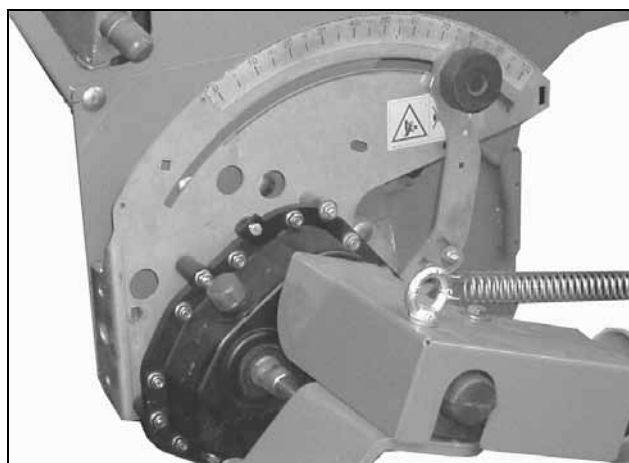

Fig. 26
- la leva di posizionamento del riduttore (Fig. 26/2) viene regolata manualmente. Maggiore è il valore in scala, più grande sarà la quantità di semente.
- il servomotore (Fig. 26/1) regola la leva di posizionamento del riduttore (Fig. 26/2) (opzionale).